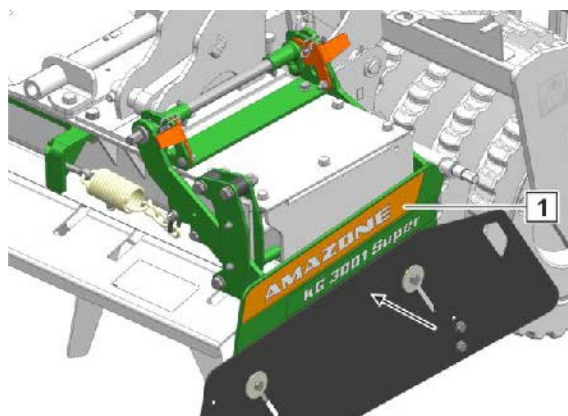

Fig. 152
- Le déflecteur latéral (Fig. 152/1) est bloqué dans la position intérieure.